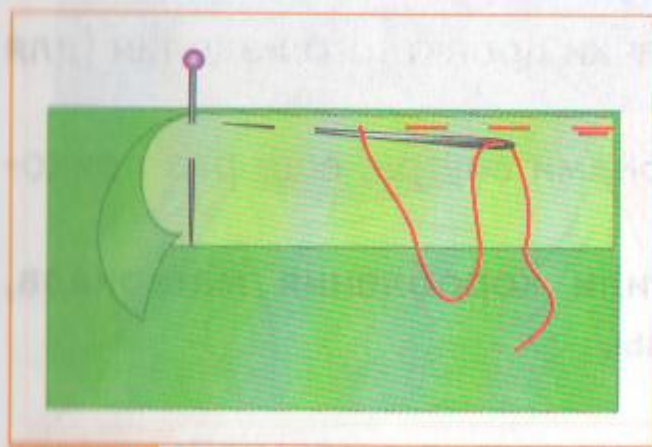

Рис. 82 Примётывание
3. Проложить ручные прямые стежки (длина стежка 7–10 мм) рядом с намеченной линией на расстоянии 1 мм в сторону среза детали. Начало и конец строчки закрепить двумя-тремя стежками (рис. 82).